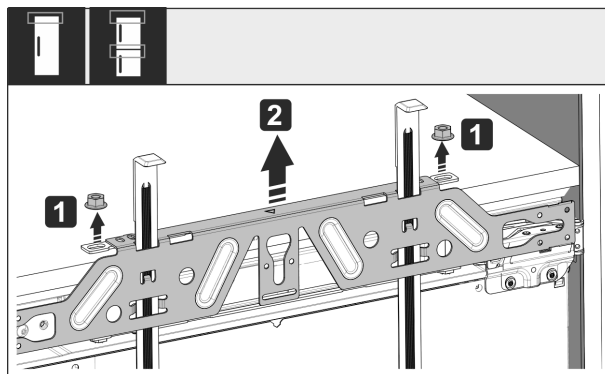

Fig. 49
- ▶ 松开锁紧螺母 Fig. 49 (1)。
- ▶ 取下安装横梁 Fig. 49 (2)。